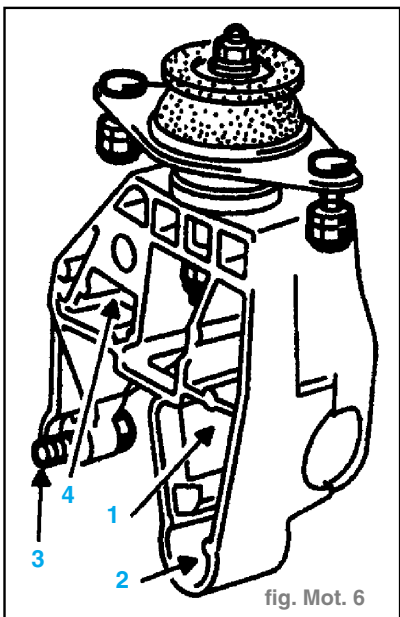

fig. Mot. 6
- Serrer la vis conique (1) au couple de 6,2 daN.m puis (2), (3) et (4) au couple de 3,7 daN.m. (fig. Mot. 6)